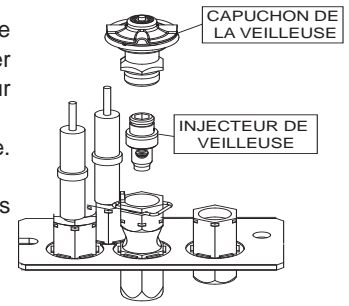

FIG.2
- 9. Pour convertir le capuchon de veilleuse, enlevez les épingles du côté du capuchon de la veilleuse. Tirez le capuchon de la veilleuse. En utilisant une 5/32" clé Allen à tête hexagonale, enlevez l'orifice pilote. Remplacer le gicleur pilote avec celui fourni. Aligned le capot de pilote à sa position d'origine et placer l'épingle de retour sur le pilote. (FIG. 2)